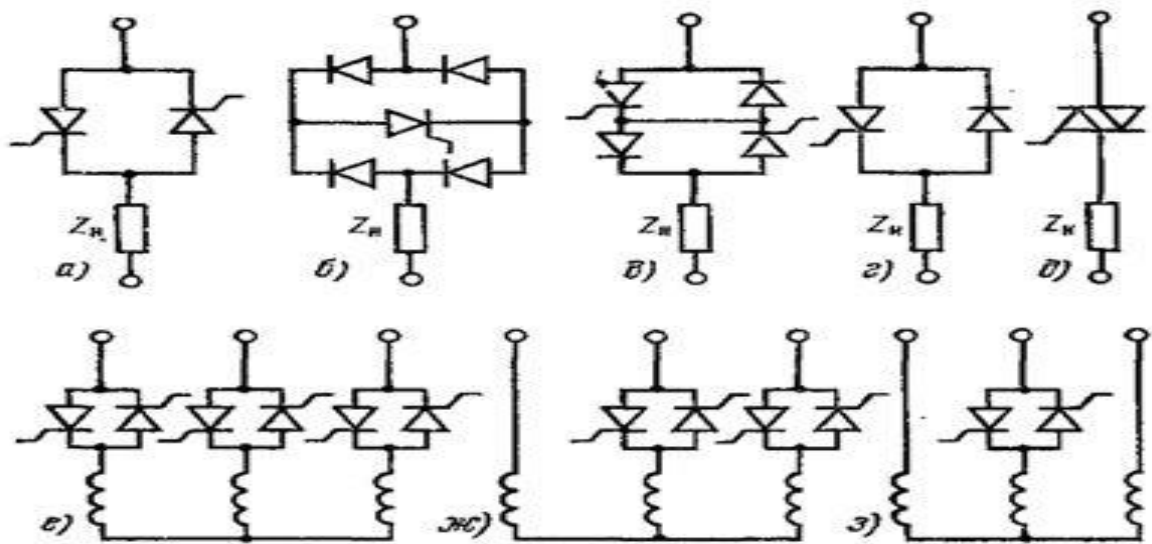

Рисунок 2 – схемы силовых цепей тиристорных регуляторов напряжения
2. Изобразить схемы силовых цепей тиристорных регуляторов напряжения (см. рисунок 2, 3) Пояснить принцип работы